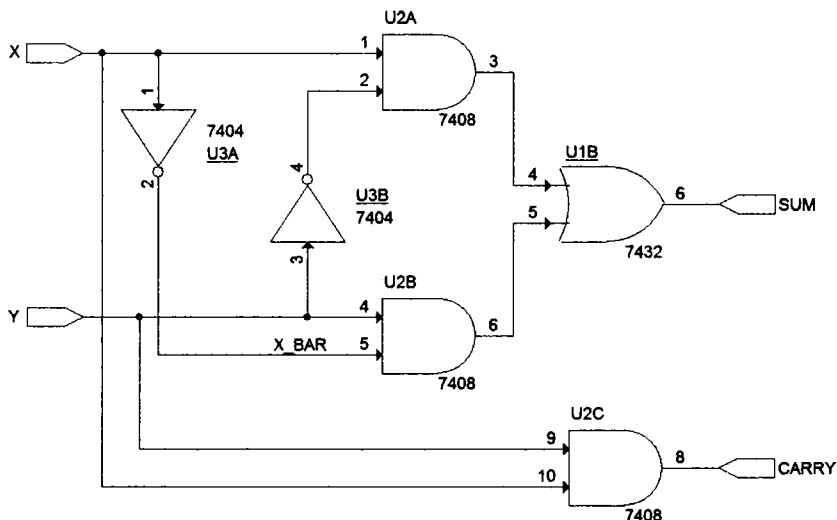

Рис. 18.7. Схема простого полусумматора
1. Требуется создать схему (рис. 18.7) из библиотеки Parts.
3. Выполняем соединения и переименовываем порты. Получаем нужную схему полусумматора (см. рис. 18.7).
В этом разделе мы создадим компонент для схемы простого полусумматора (см. рис. 18.7), который вы создали в разделе 18.1.2. Такие созданные компоненты называют ещё Hierarchical symbol (иерархический символ).